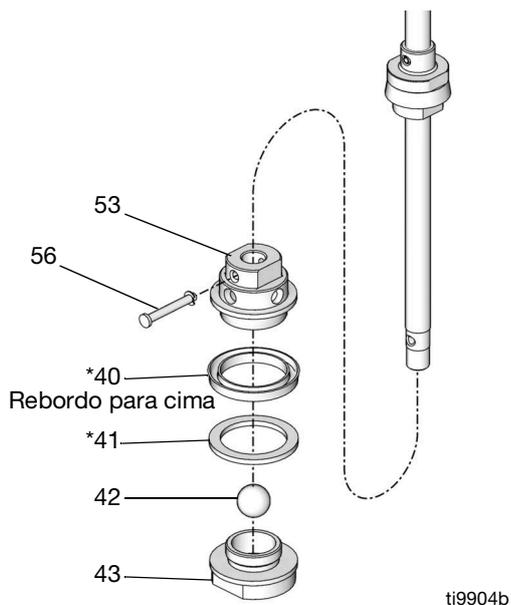

FIG. 20
9. Remova o pino (56). Retire o conjunto da válvula de êmbolo. Desaperte a válvula de êmbolo (43) da caixa do pistão (53). Retire o anel de desgaste (41*), o copo em U (40*) e a esfera (42). Inspeccione todas as peças para verificar se existe dano. Consulte a FIG. 20.